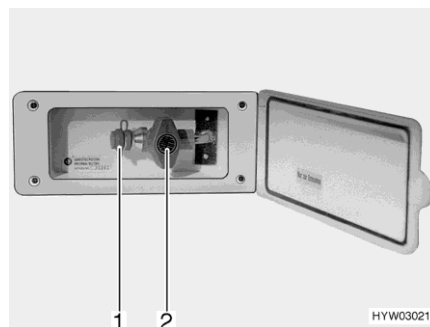

Bild 101 Externer Gasanschluss
- Externes Gasgerät an der Anschluss-Stelle (Bild 101,1) anschließen.
- Das Gasabsperrventil (Bild 101,2) öffnen.